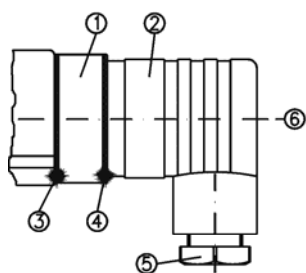

Fig. 1
- Desserrer la vis centrale (6) M3x35 et retirer le connecteur DIN EN 175301-803-A (2) du socle (1) (Fig. 1).